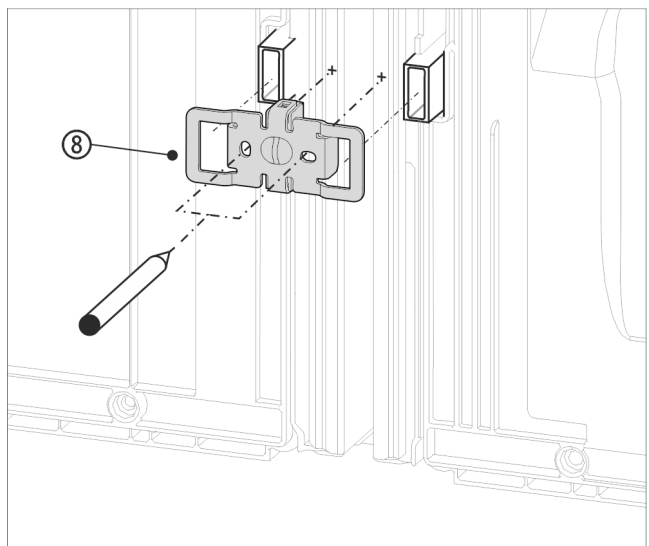

Fig. 16 Rezentare exemplificativă
- ▶ Împingeți vinul Fig. 16 (8) cu degajările peste locașul pentru distanțierul de perete.